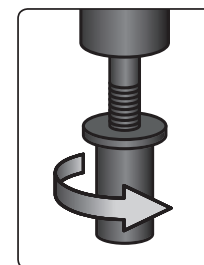

Abb. 4
4) Stellen Sie die Drehrichtung des Spannkopfes nach rechts ein, halten Sie den Adapter nicht mehr, damit dieser sich drehen kann, und indem Sie die Nietmutter in der Hand halten, schrauben Sie in diese das Gewinde des mittleren Schafts vom Adapter hinein (Abb. 4). Die Nietmutter muss auf den Schaft mit Orientierung nach Abb. 4 aufgeschraubt werden, da im gegenteiligen Fall die Nietmutter nicht abgezogen werden kann.